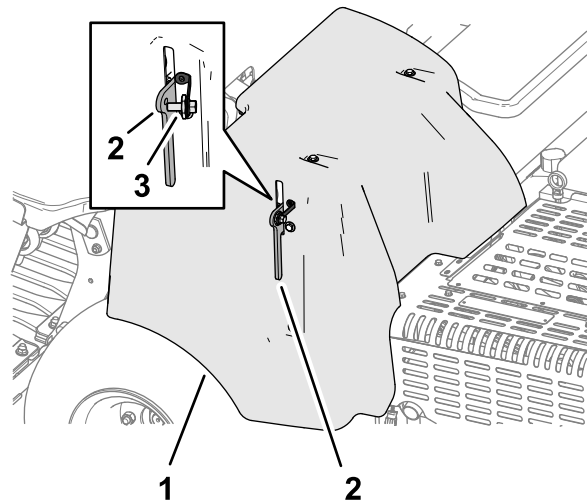

Bild 136
4. Wenn Ihre Maschine mit einem CE-Gurtschloss der Riemenabdeckung ausgestattet ist, setzen Sie die Schraube des Gurtschlosses in das Loch des Schlosses ein und ziehen Sie die Schraube fest (Bild 136).